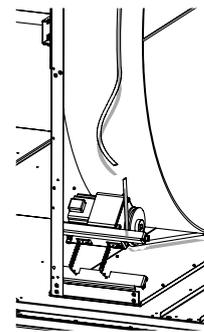

Рис. 17
- Для замены приводного ремня выполнить следующие операции: Поместить на барабан новый круглый ремень, зафиксировать с помощью клейкой ленты, затем, вращая барабан вручную, вставить ремень (см. рис. 17).